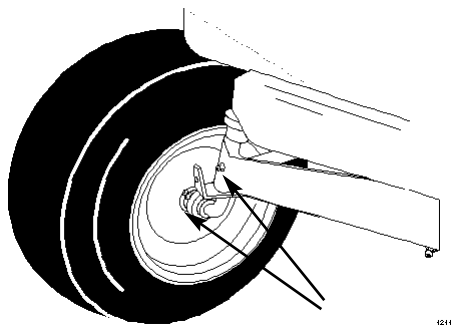

Figure 23
1. Lubrificate le ruote anteriori e i fuselli fin quando il grasso non incomincia ad uscire rapidamente dai cuscinetti (Fig. 23).
2. Lubrificate il perno dell'assale anteriore (Fig. 23)